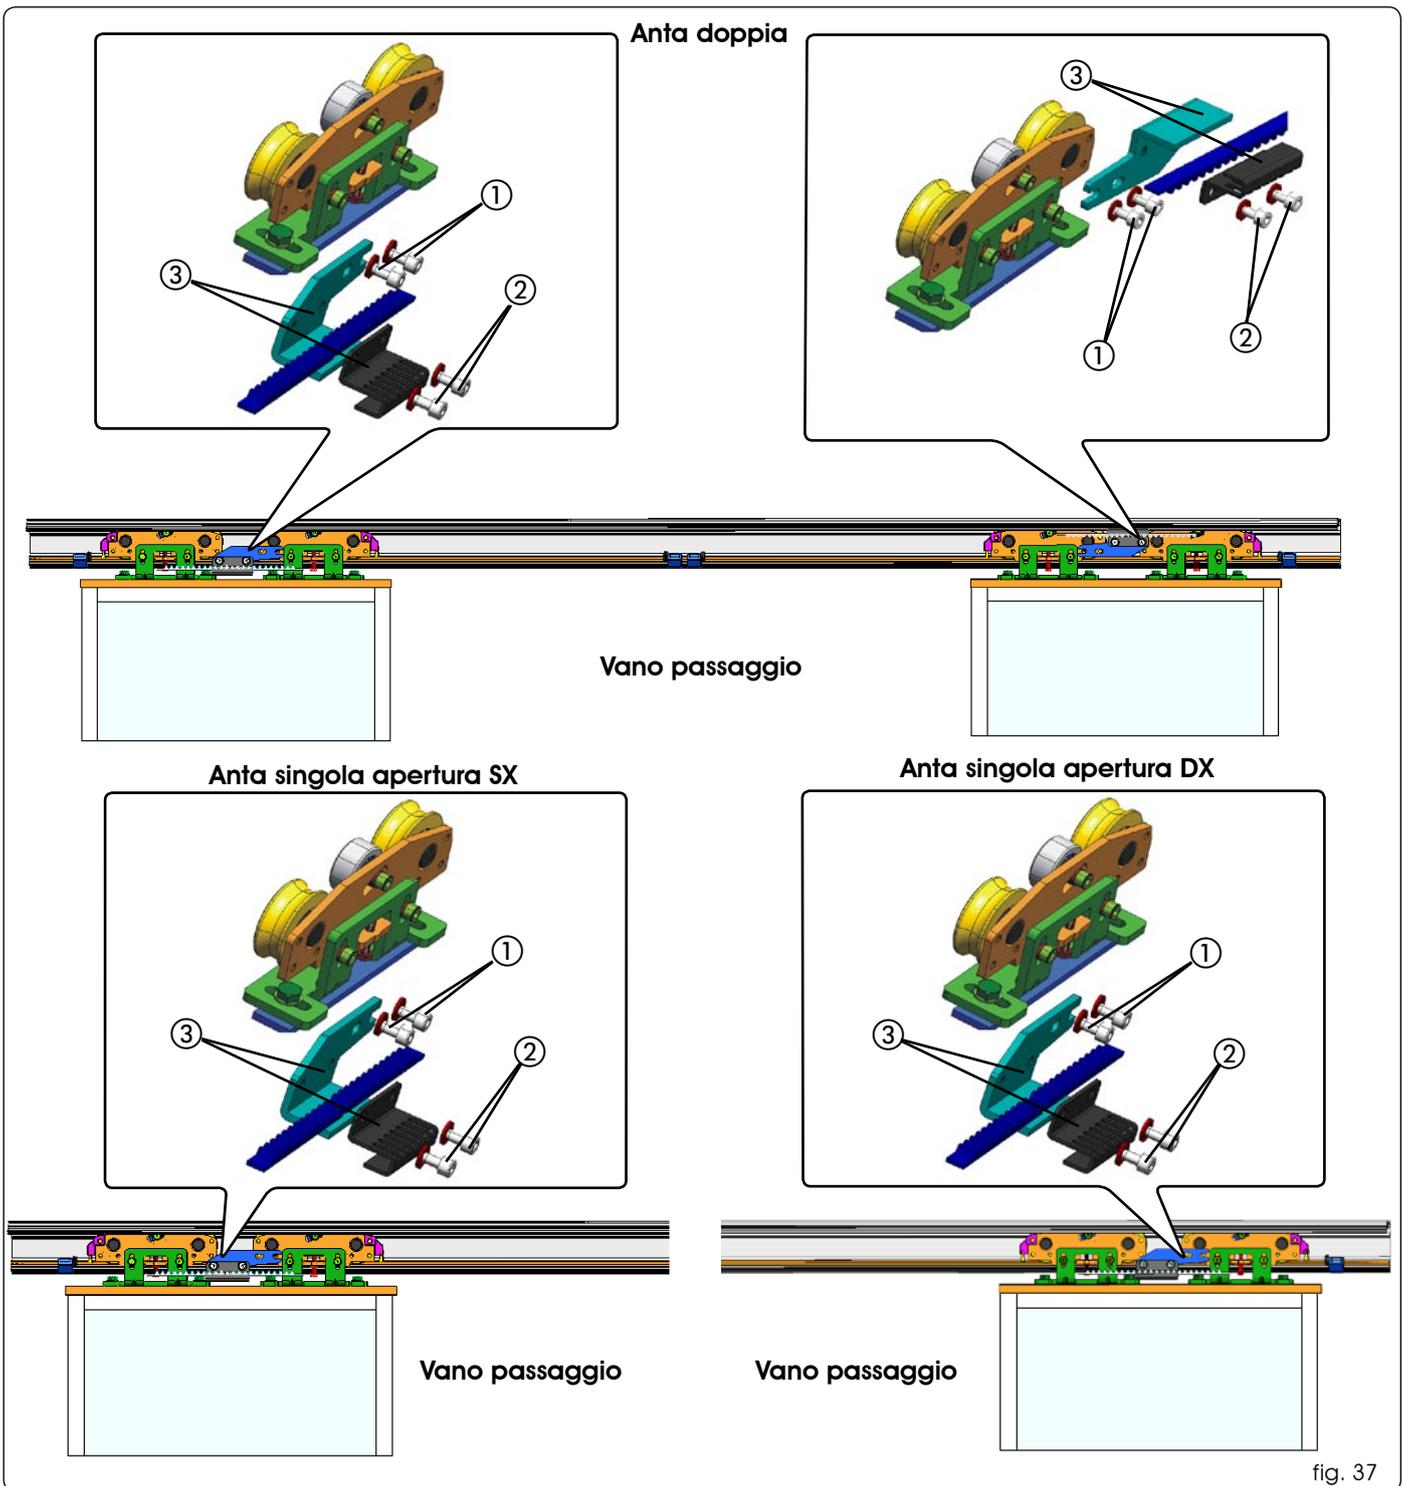

fig. 37
la cinghia viene fissare ai carrelli tramite gli attacchi fig.37 rif.③
- Agire sulle due coppie di viti (fig. 37 rif. ① e ②) di ciascun carrello per ottenere la regolazione desiderata.
- Bloccare le viti (fig. 37 rif. ① e ②).